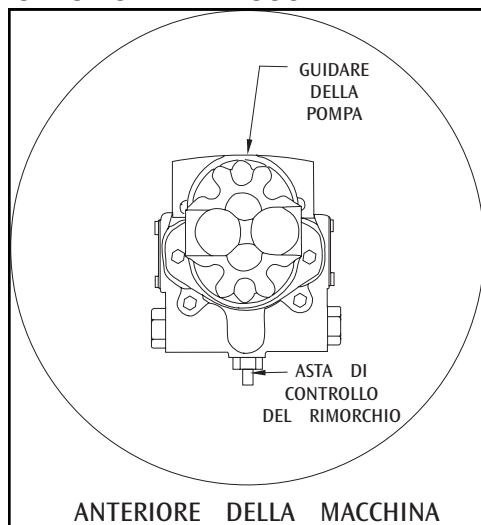

FIGURA 12
1. Posizionare l'asta di rimorchio come mostrato in Figura 12. L'albero di traino si trova sotto la parte inferiore della pompa.